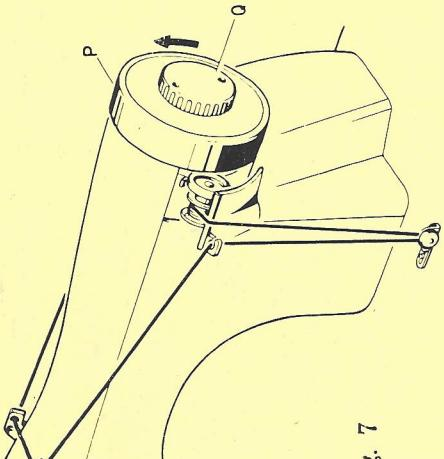

Fig. 7
- Desembragar el volante « P » girando el botón « Q » en la dirección de la flecha (fig. 7),